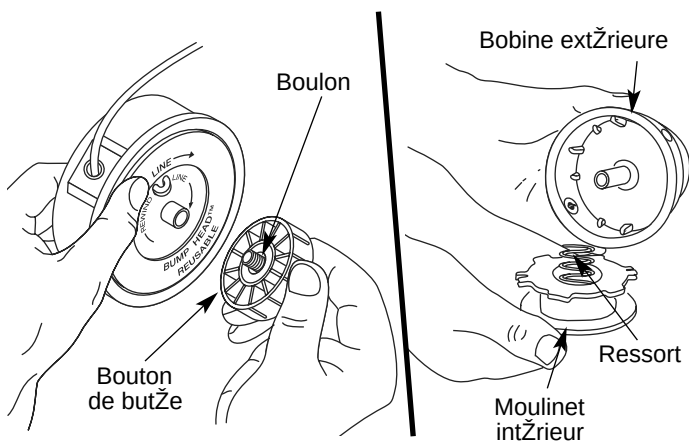

Fig. 14
1. Tenez la bobine extérieure d'une main et dévissez le bouton de butée vers à droite (Fig. 14). Inspectez le bouton à l'intérieur du bouton de butée pour vous assurer qu'il se déplace librement. Remplacez le bouton de butée s'il est endommagé.
2. Retirez le moulinet intérieur de la bobine extérieure (Fig. 14).
3. Retirez le ressort du moulinet (Fig. 14).
1. Tenez la bobine extérieure d'une main et dévissez le bouton de butée vers la gauche. Inspectez le boulon à l'intérieur du bouton de butée pour vous assurer qu'il se déplace librement. Remplacez le bouton de butée s'il est endommagé (Fig. 14).
2. Retirez l'ancien moulinet intérieur de la bobine extérieure (Fig. 14).
3. Retirez le ressort de l'ancien moulinet intérieur (Fig. 14).